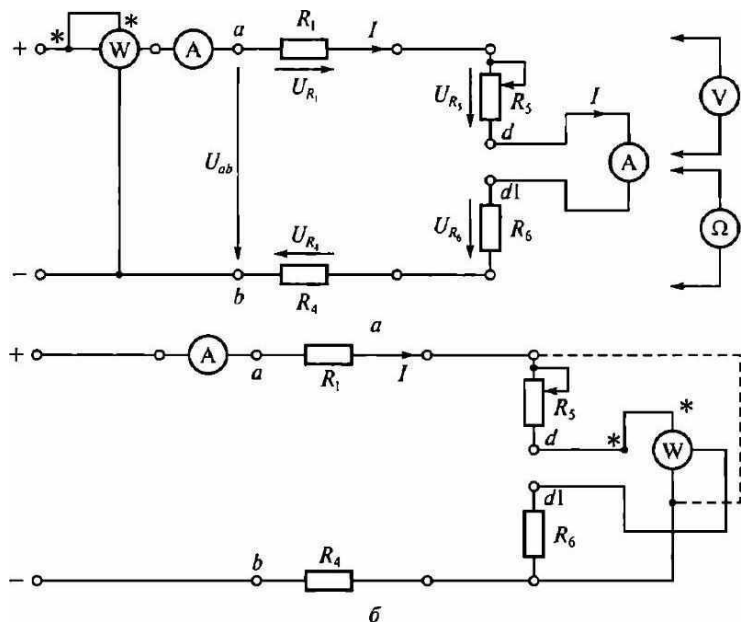

Рис. 2.1. Схемы ЭЦ постоянного тока для проверки:
3.2. Записать в протоколе испытаний применительно к ЭЦ, показанной на рис. 2.1, выражения для закона Ома, 2-го правила Кирхгофа и баланса мощностей.
3.5. Собрать ЭЦ в соответствии с рис. 2.1, а, установив вместо перемычки d — d1 миллиамперметр постоянного тока. После проверки схемы преподавателем подать в ЭЦ постоянное напряжение U_{ab} . Установить любое значение U_{ab} в пределах 10 ... 20 В и занести это значение в табл. 2.1.
3.8. Не изменяя сопротивления резистора R_5 и напряжения питания U_{ab} , измерить с помощью ваттметра мощность, потребляемую каждым элементом ЭЦ и всей цепью ($P_{аб}$). Для этого токовую катушку ваттметра включать последовательно с исследуемой ветвью, в катушку напряжения — параллельно ветви (см. рис. 2.1, б). Результаты занести в табл. 2.1.
5.2. Записать в протоколе испытаний применительно к ЭЦ, показанной на рис. 2.1, выражения для закона Ома, 2-го правила Кирхгофа и баланса мощностей.
5.3. В табл. 2.4 даны значения сопротивлений ЭЦ, приведенной на рис. 2.1. Напряжение питания U_{ab} задается преподавателем.